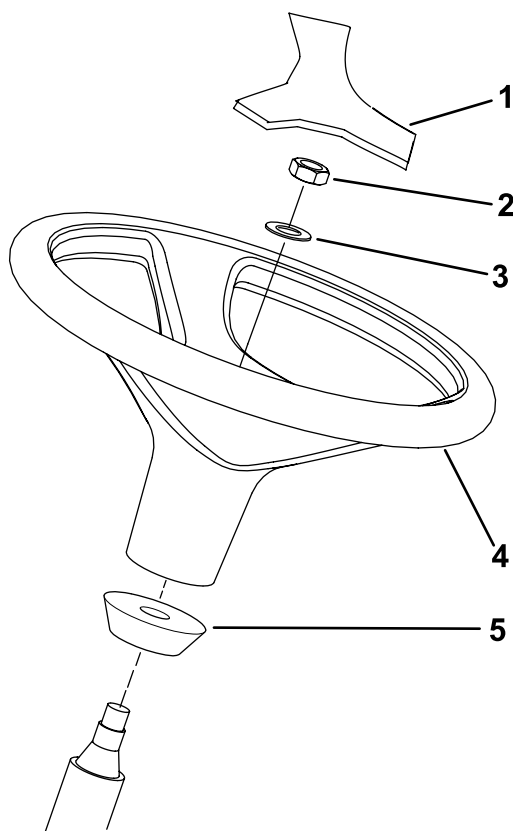

Figura 14
1. Rimuovete il volante dal supporto per il trasporto (Figura 14).
- Nota:** Accertatevi che il collare in schiuma rimanga sul piantone (Figura 14).
3. Collocate il volante e rondella sul piantone (Figura 14).
5. Montate il coperchietto sul volante (Figura 14).